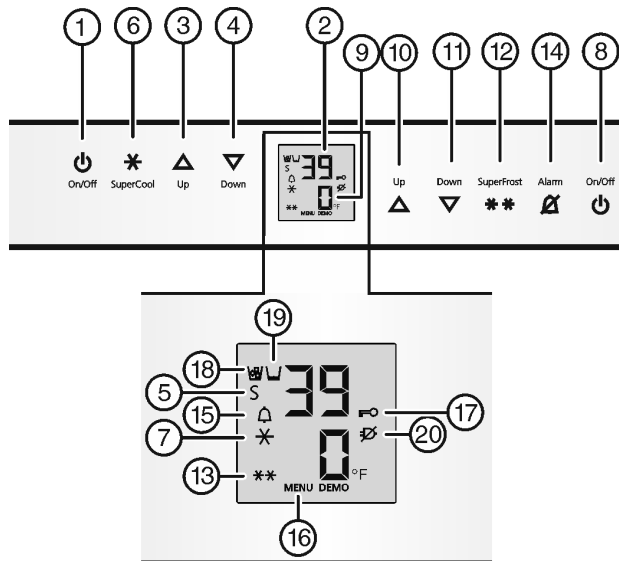

Fig. 3
- Pulse la tecla On/Off del compartimento congelador Fig. 3 (8).
- Pulse la tecla On/Off del compartimento congelador Fig. 3 (1).
- ▶ Activación del modo de ajuste: pulse la tecla SuperFrost Fig. 3 (12) durante 5 seg. aproximadamente.
- ▷ El símbolo de menú Fig. 3 (16) se ilumina.
- ▶ Utilice la tecla de ajuste Up del compartimento congelador Fig. 3 (10) la tecla de ajuste Down del compartimento congelador Fig. 3 (11) para seleccionar °.
- ▶ Confirmación: Pulse la tecla SuperFrost Fig. 3 (12) brevemente.
- ▶ Utilice la tecla de ajuste Up del compartimento congelador Fig. 3 (10) la tecla de ajuste Down del compartimento congelador Fig. 3 (11) para seleccionar °F o °C.
- ▶ Desactivación del modo de ajuste: Pulse la tecla On/Off Fig. 3 (8) del compartimento congelador.
- ▶ Activar el modo de ajuste: pulse la tecla SuperFrost Fig. 3 (12) durante aprox. 5 s.
- ▶ Con la tecla de ajuste Up del compartimento congelador Fig. 3 (10) o la tecla de ajuste Down del compartimento congelador Fig. 3 (11), seleccione **cl**.
- ▶ Pulse brevemente la tecla SuperFrost Fig. 3 (12) para confirmar.
- ▶ Para activar el bloqueo contra la manipulación por niños, pulse brevemente la tecla SuperFrost Fig. 3 (12).
- ▷ El símbolo del bloqueo contra la manipulación por niños Fig. 3 (17) se ilumina. En el indicador parpadea **cl**.
- ▶ Para desactivar el bloqueo contra la manipulación por niños, pulse brevemente la tecla SuperFrost Fig. 3 (12).
- ▷ El símbolo del bloqueo contra la manipulación por niños Fig. 3 (17) se apaga. En el indicador parpadea **cl**.
- ▶ Desactivar el modo de ajuste: pulse la tecla On/Off del compartimento congelador Fig. 3 (8).
- ▶ Pulse la tecla Alarm Fig. 3 (14).
Simultáneamente, parpadea la indicación de temperatura y el símbolo de alarma Fig. 3 (15).
El tono de aviso se desactiva automáticamente, el símbolo de alarma Fig. 3 (15) se apaga y la indicación de temperatura deja de parpadear cuando la temperatura vuelve a descender lo suficiente.